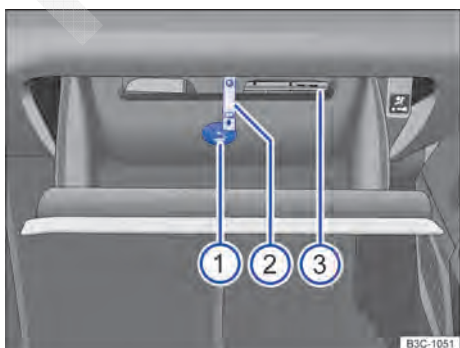

Fig. 119 Porta-luvas aberto.
O compartimento da literatura de bordo encontra-se no porta-objetos basculante superior ⇒ Fig. 119 ③.